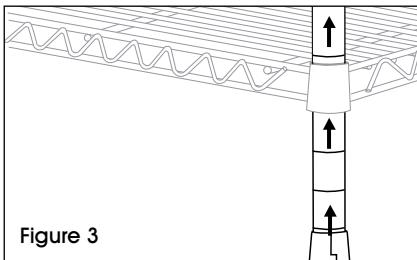

Figure 3
2. Positionnez les montants courts et longs comme illustré, puis faites glisser les montants sous la partie inférieure de la tablette jusqu'à ce que la tablette se fixe fermement en place sur les supports. (Voir Figures 3 et 4)